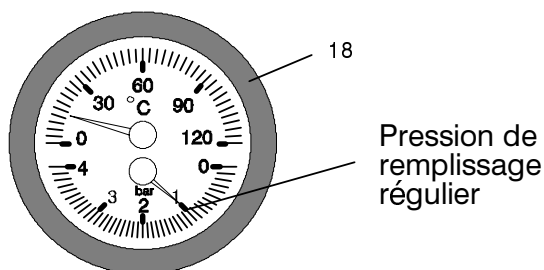

Fig. 2.1
Contrôler si la mise en eau du circuit de chauffage a été correctement effectuée (même si la chaudière ne sert qu'à la production d'eau chaude sanitaire) en vérifiant si la pression indiquée par le thermomanomètre (18) **n'est pas inférieure** à celle indiquée dans la Fig. 2.1.
Le thermomanomètre (18 – Fig. 2.1) vous permettra de vérifier si vous avez atteint la température désirée.